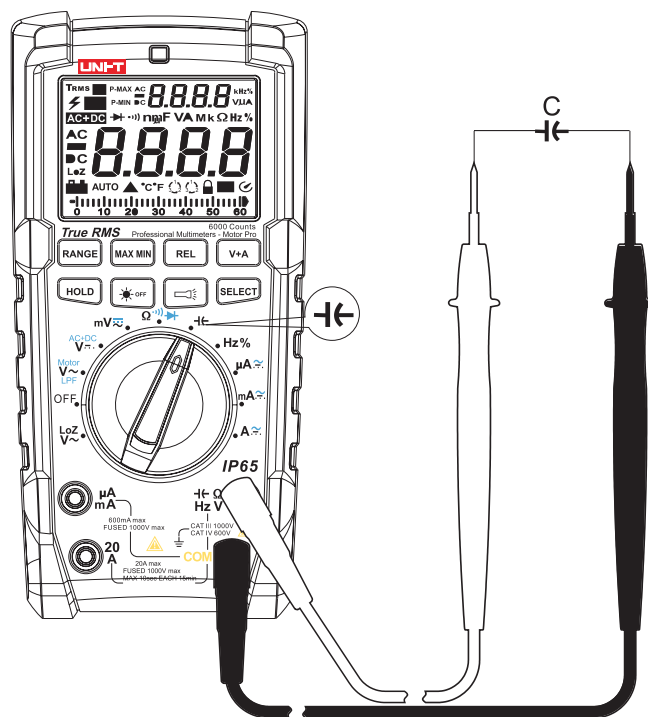

Abbildung 5
8. Kapazitätsmessung (siehe Abbildung 5)